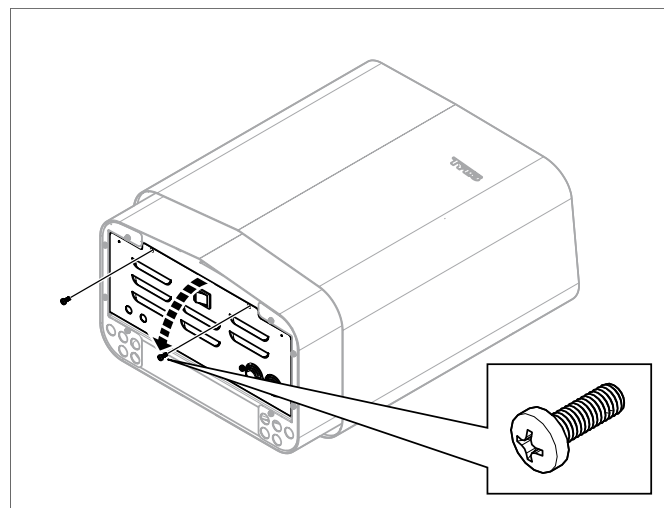

Рисунок 7: Откройте/закройте люк
2. Ослабьте винты и откройте люк (см. **Рисунок 7**, страница 4).
7. Закройте люк и закрутите винты (см. **Рисунок 7**, страница 4).